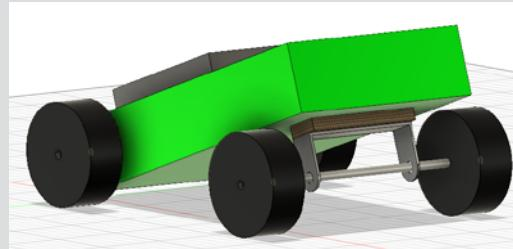
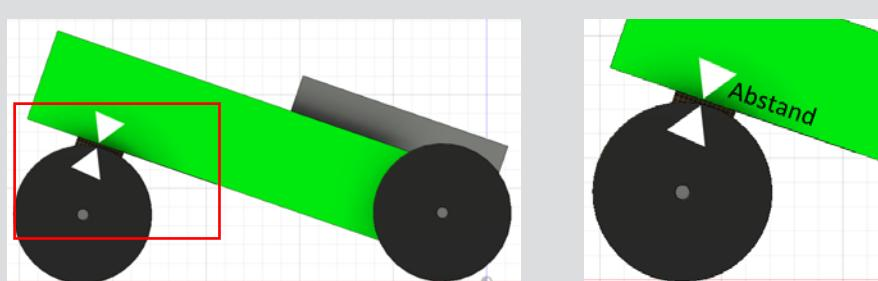

Abb. 6: Lage der Vorderrad-Achse am Auto: Abstandhalter benötigt
Abb. 7: Es muss ein Abstand zwischen den Reifen und der Karosserie entstehen
6. Die Achsenhalterung vorne an der Karosserie anbringen (Abb. 6). Dabei ist darauf zu achten, dass die Reifen nicht an der Karosserie schleifen (Abb. 7). Papp- oder Holzsteifen zwischen der Karosserie und dem gelochten Metallbügel helfen, den Abstand zu erzeugen.